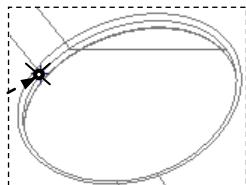
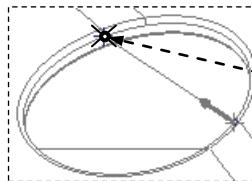

图 21.10 单击圆环左边交点
图 21.11 单击圆环上边交点
(2) 单击图 21.10 所示的圆环左边交点，然后将模型调整到图 21.11 所示的视图方位，单击圆环上边的交点。
(3) 在系统弹出的“曲线：通过点”操控板中单击 按钮，完成基准曲线 2 的创建。